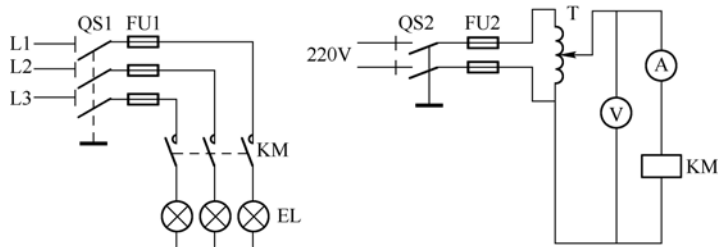

图 7-27 接触器动作值校验电路
(1) 将装配好的接触器按如图 7-27 所示接入校验电路。